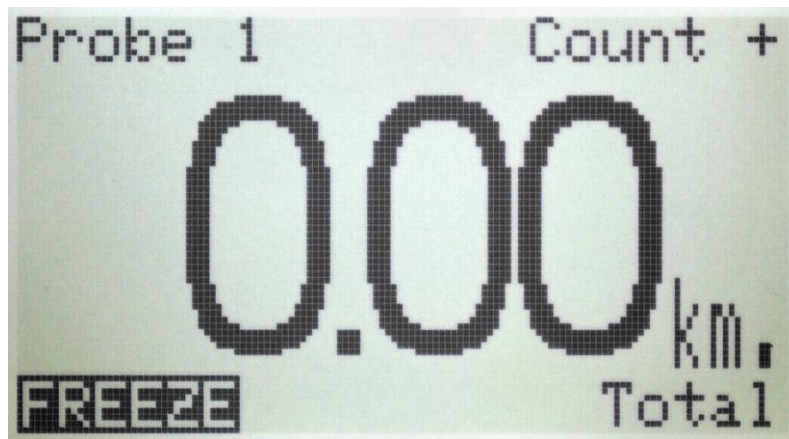

Figure 1 – Illustration de l'afficheur – Mode normal
Dès que le T101 s'est initialisé, l'affichage apparaît tel qu'à la figure 1. Le centre de l'écran affiche le compteur de distance (3) et les unités (4) [miles ou km] dans lesquelles l'appareil a été étalonné.